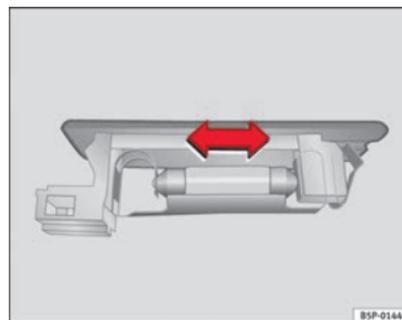

Abb. 192 Gepäckraumbeleuchtung
- Drücken Sie die Lampe zur Seite und nehmen Sie sie aus ihrer Halterung heraus ⇒ **Abb. 192**.